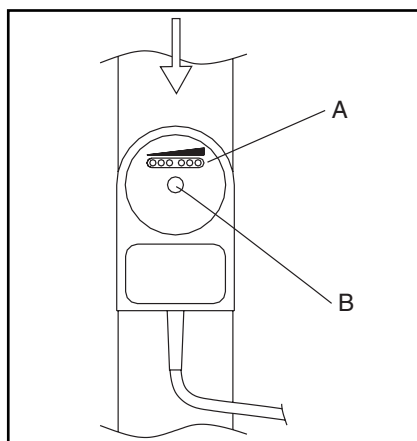

Fig. 9
OBS: Kontrollér, at flowafbryderen sidder korrekt, se Fig. 9. Flowafbryderen skal sidde parallel med røret, således at ledningen kommer ud i flowretningen.
Vedligeholdelsesfri. Se afsnit 3 og Fig. 9.
4. Skru nylon-skruen "B" af (Fig. 9).
5. Kontrollér, at flowafbryderen vender rigtigt (se Fig. 9).